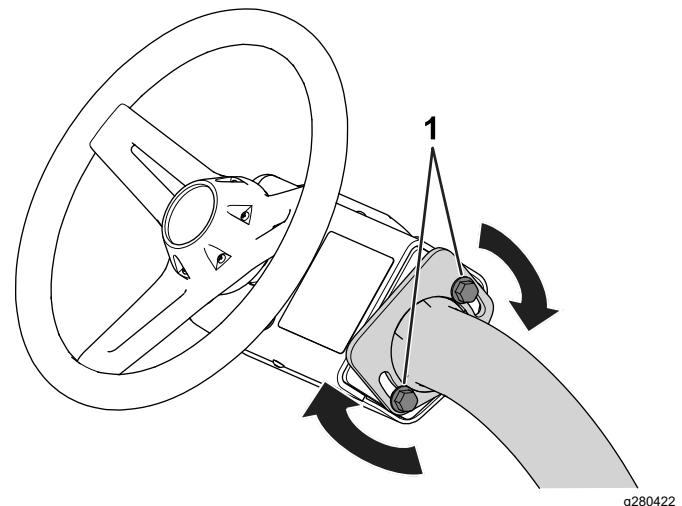

図 28
3. ボルト図 28を締め付けてハンドルアセンブリをステアリングアームに固定する。
- ハンドルアセンブリをステアリングアームに固定しているボルト図 28をゆるめる。